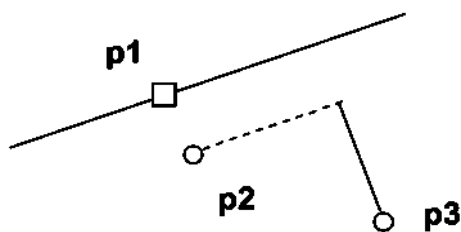

Рис. 1.10 -
2) **Перпендикулярный отрезок**: а) указать графическим курсором прямую (точка **p1**), которой должна быть перпендикулярна другая прямая; б) указать графическим курсором последовательно две точки **p2** и **p3** (рис. 1.10).